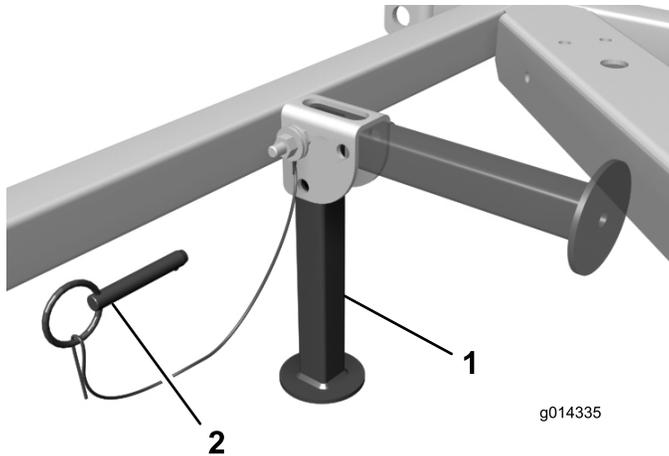

Figura 2
2. Rimuovete i perni ad attacco rapido che fissano i supporti di rimessaggio nella posizione sollevata (Figura 2). Ruotate i supporti verso il basso e fissateli con i perni ad attacco rapido.